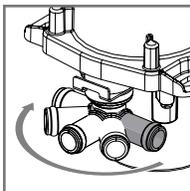

图 5. 旋转吸入口。
10. 如有必要，旋转加热器吸入口以连接供给软管（参见图 5）。